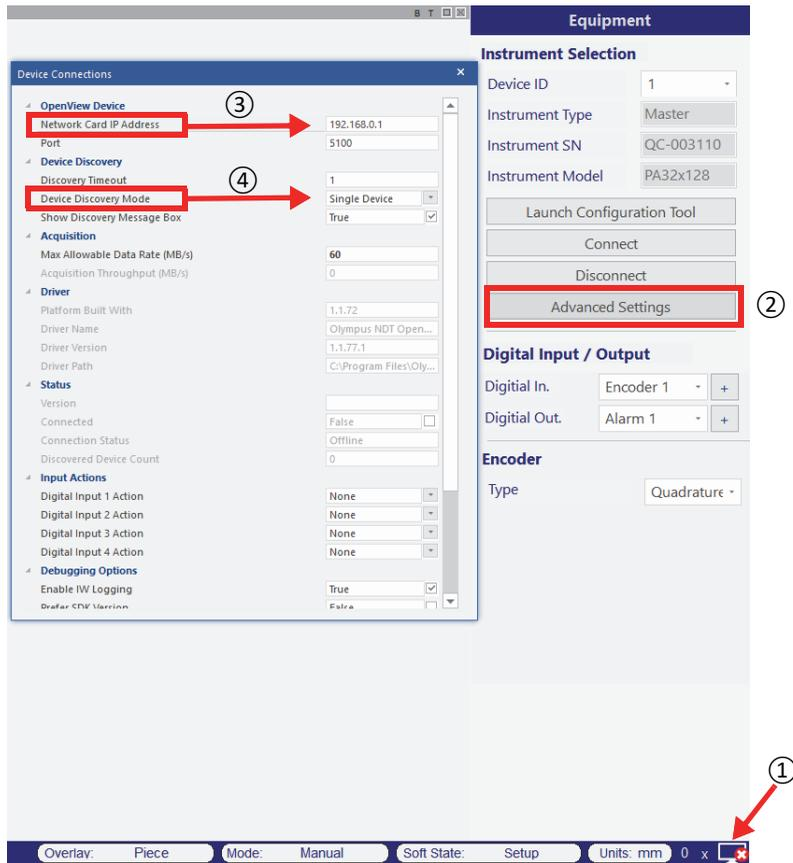

Figura 7-4 Configuración en la aplicación WeldSight
- f) En su PC, abra la opción de *software* WeldSight  y haga doble clic en el ícono de PC () [ver Figura 7-4 en la página 83] ubicado en la esquina inferior derecha de la pantalla. Haga clic en **Advanced Settings** (Parámetros avanzados), y asegúrese de que:
| Figura 7-4 | Configuración en la aplicación WeldSight | 83 |